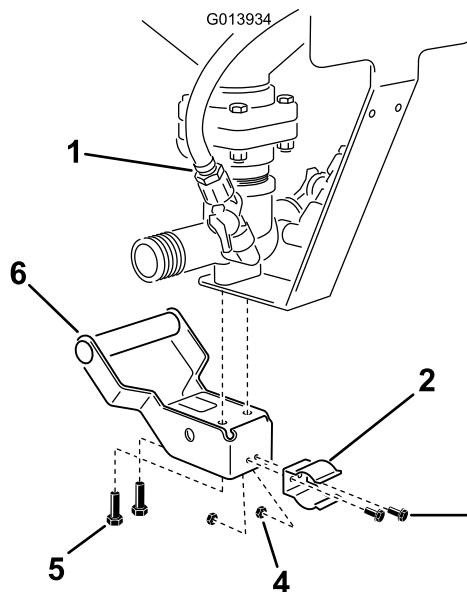

Рисунок 16
2. Найдите и ослабьте два болта. Установите ручку в сборе на эдуктор и закрепите ее двумя болтами (Рисунок 16).